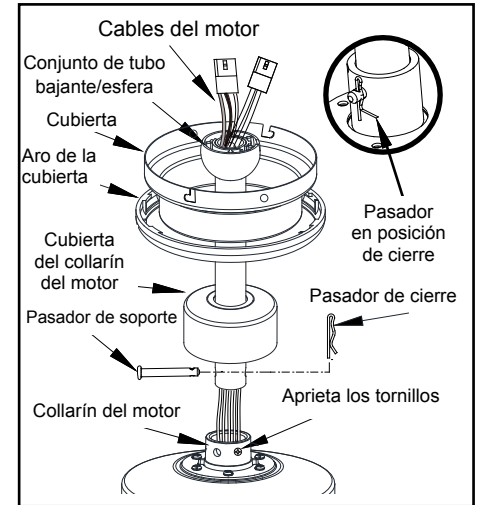

Figura 7
4. Coloca el tubo bajante sobre la cubierta y el aro de la cubierta, desliza la cubierta del collarín del motor sobre el tubo bajante. Inserta los cables a través del conjunto del tubo bajante/esfera. (Figura 7)
superior de la carcasa de motor. (Figura 7) Inserta con cuidado el pasador de soporte a través de los orificios del collarín y del tubo bajante. Ten cuidado de no apretar contra el cableado dentro del tubo bajante. Inserta el pasador de cierre en el orificio cercano al extremo del perno hasta que esté seguro en su posición como se muestra en el círculo de la Figura 7.